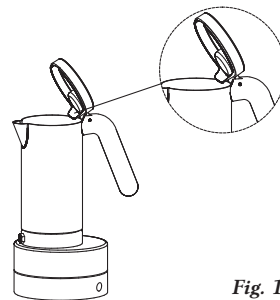

Fig. 13
- Den spesielle fliken på innsiden av lokket hindrer at kondens renner nedover espressokokeren. (fig. 13)